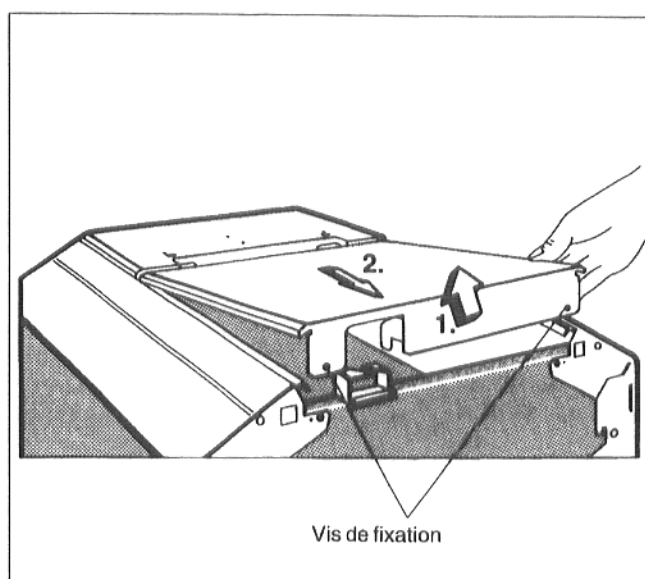

Fig. 14
- Dévisser les deux vis de fixation du capot arrière de la chaudière et les retirer (Fig. 14).